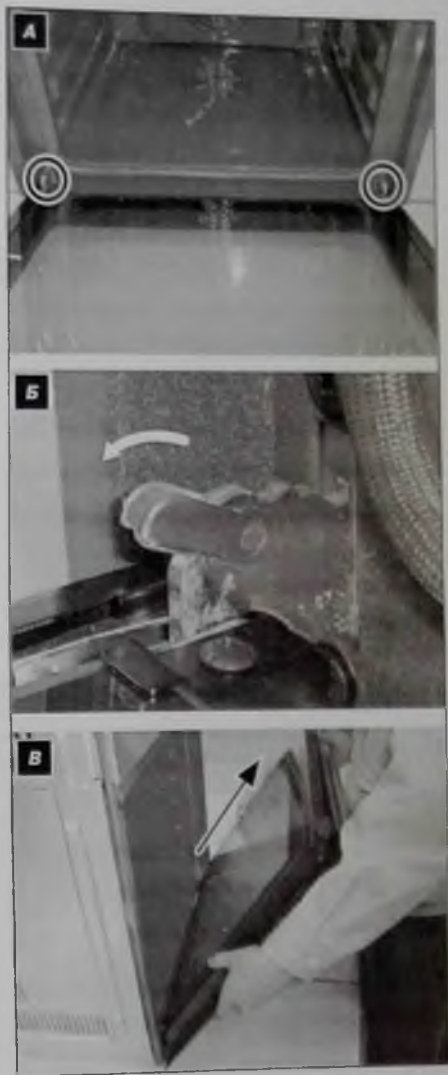

Рис. 4. Снятие дверцы
Переворачивают фиксаторы (клипсы) обеих шарниров, как это показано на рис. 4а, б. Обеими руками берутся за середину дверцы, поворачивают ее примерно на 70 град. и тянут на себя, пока шарниры не будут полностью извлечены из отверстий (рис. 4в).
- **Симистор помпы IC74** управляется с выв. 54 TE2 (сигнал PUMP_TRIAC) через диод D16 и выв. 6-11 ключевой сборки IC13. Помпа также может управляться с модуля ПУ сигналом PUMP_SUB/DRAIN_PUMP с выв. 37 МК IC3 ПУ (см. рис. 4, 5). В этом случае сигнал поступает на симистор IC74 также через выв. 6-11 ключевой
сборки IC13, но через диод D15 (рис. 4). По сетевой линии N питание на цепь помпы поступает с выхода сетевого реле, минуя силовую контактную группу УБЛ.
- датчик уровня воды, имеющий в своем составе только катушку и связанную с ней механически мембрану (на рис. 4 — WATER LEVEL